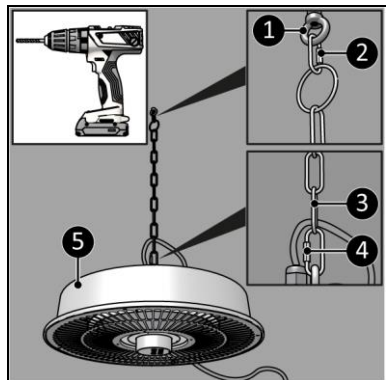

Abbildung 7
2. Stecken Sie den Schlüsselbolzen mit Aufhängeöse in das Loch (Abbildung 7, Pos. 1).
3. Befestigen Sie einen Karabinerhaken (Abbildung 7, Pos. 2) am Ring der Aufhängekette (50 cm) und den Schlüsselbolzen mit Aufhängeöse (Abbildung 7, Pos. 1).
4. Befestigen Sie einen Karabinerhaken (Abbildung 7, Pos. 4) am anderen Ende der Aufhängekette (50 cm) (Abbildung 7, Pos. 3) und der Aufhängeöse des Gerätes (Abbildung 7, Pos. 5).
3. Befestigen Sie einen Karabinerhaken (Abbildung 7, Pos. 4) an der Aufhängekette (Abbildung 7, Pos. 3) und der Aufhängeöse des Gerätes (Abbildung 7, Pos. 5).).